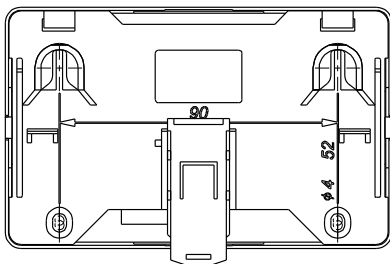

Рисунок 1
- смонтировать РМ-1К-Р3 на стену, используя отверстия в основании (рисунок 1);